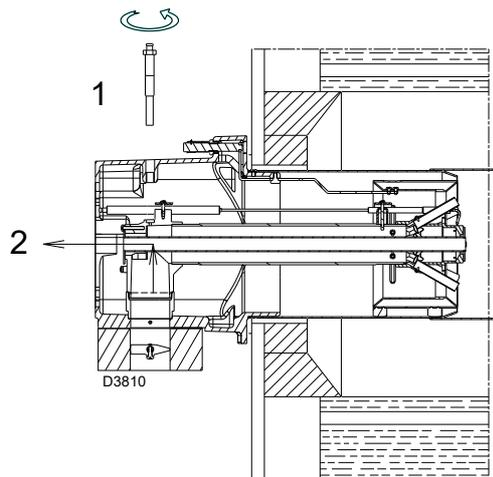

Abb. 15
- die Schraube 1)(Abb. 15) entfernt werden;
- der interne Teil 2)(Abb. 15) des Kopfs herausgezogen und die entsprechende Einstellung vorgenommen werden.
Den Fühler nicht drehen und gemäß Abb. 15 belassen. Seine Positionierung in der Nähe der Zündelektrode könnte den Verstärker des Steuergeräts beschädigen.